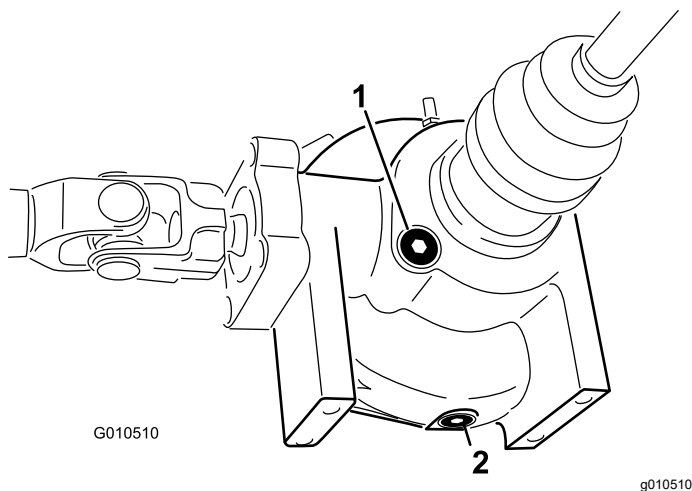

Figura 52
2. Pulite la zona attorno al tappo di spurgo sul lato del differenziale (Figura 52).